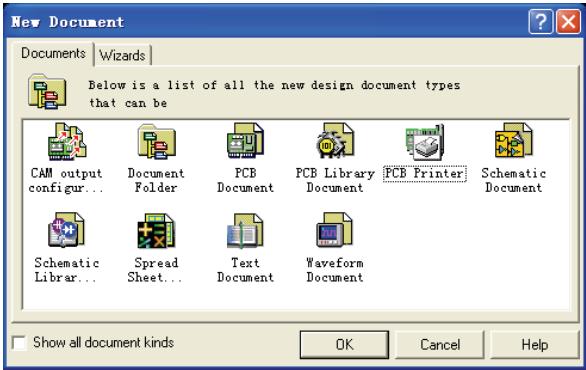

图 1-8 “New Document” 对话框
1) New: 新建一个空白文件，文件的类型可以是原理图 Sch 文件、印制电路板 PCB 文件、原理图元器件库编辑文件 Schlib、印制电路元器件库编辑文件 PCBlib、文本文件以及其他的文件等。选取此菜单项，将会显示 “New Document” 对话框，如图 1-8 所示，用户可以选择所需建立的文件类型，然后单击 “OK” 按钮即可。
Protel 99 SE 里提供了丰富的编辑器资源，如图 1-8 所示。各按钮所代表的功能见表 1-1。